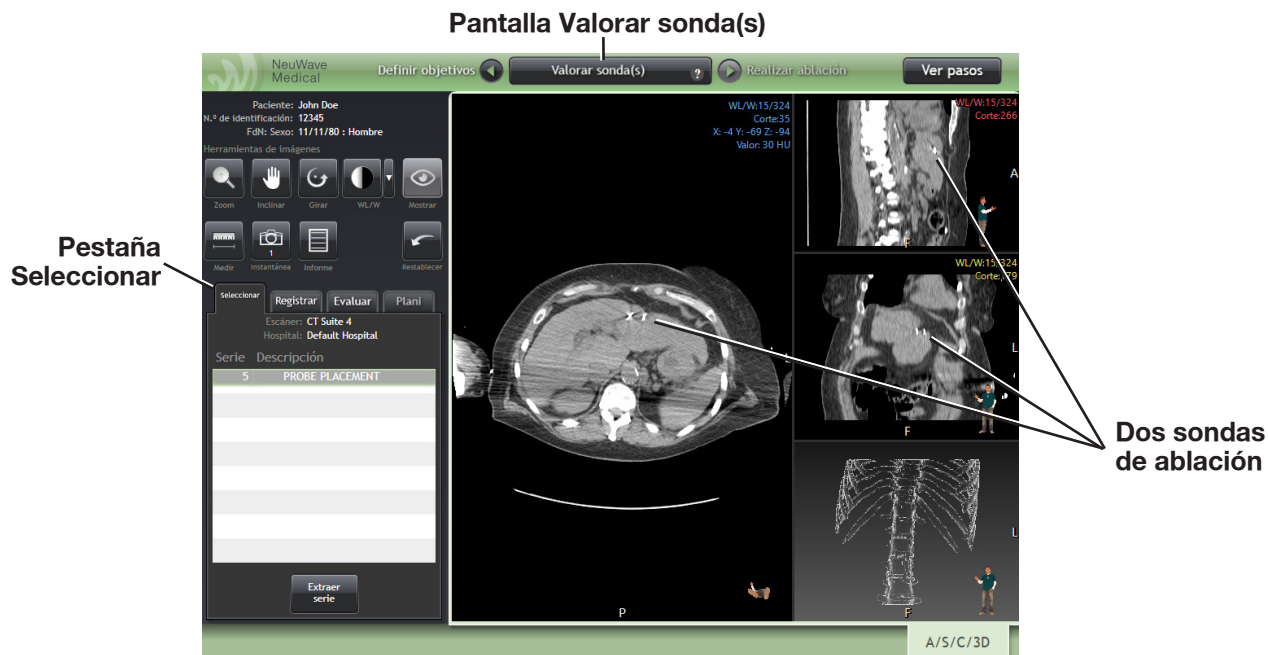

Figura 3-28: Ubicación de las sondas de ablación. Pantalla completa del paso Valorar sonda(s) en la pestaña Seleccionar para verificar la ubicación de la sonda.
4. Inspeccione los cortes de imagen para asegurarse de que las sondas están colocadas correctamente con respecto a las áreas del objetivo. Mueva la rueda del ratón a través de los cortes en las vistas de imágenes 2D y 3D y localice los objetivos y las sondas (Figura 3-28).